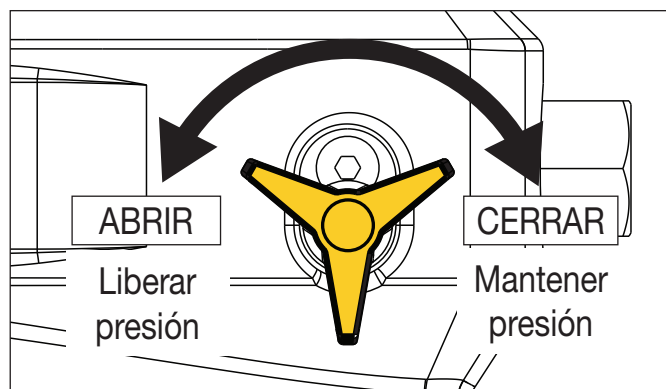

Figura 11: Válvula de alivio
1. Para evitar que la bomba se ponga en marcha mientras se realizan las conexiones hidráulicas, asegúrese de que el interruptor de alimentación de la bomba esté APAGADO (O). O, retire la batería de la bomba (si se ha montado).
2. Abra la válvula de alivio de la bomba (gírela en sentido horario al menos una vuelta completa) para aliviar cualquier presión hidráulica residual dentro de la bomba. Consulte Figura 11 más adelante en este manual.
La bomba contiene una válvula de alivio de presión manual integrada. Cuando la válvula está cerrada se mantiene la presión hidráulica del sistema. Al abrir la válvula, se libera la presión al depósito hidráulico de la bomba. Véase Figura 11.